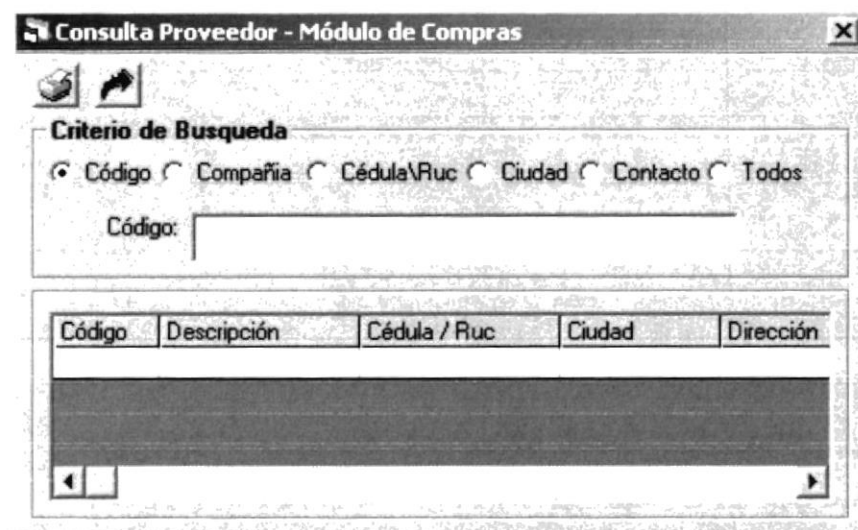

Figura 10.55 Módulo de Compras, Opción Consulta Proveedor
- ✓ Presione la tecla <Enter>, los datos del registro especificado se cargarán a la pantalla de consulta figura 10.55